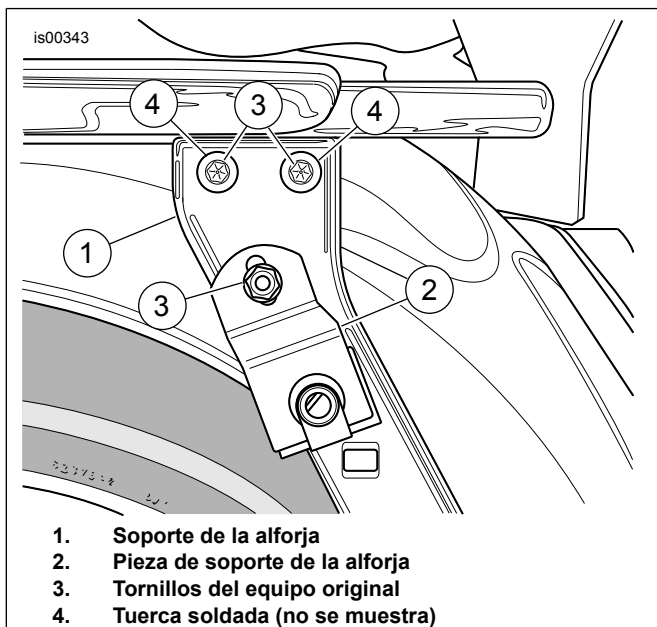

Figura 3. Tornillos del equipo original (se muestra el lado izquierdo)
7. Ver Figura 3 . Retirar y desechar los tornillos actuales (3) de cada lado de la motocicleta.